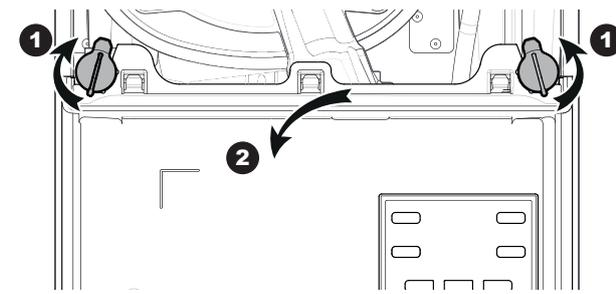

Abb. 27 - Schwenken des Schaltkastens
- Vorderseite abnehmen (Abb. 27, Seite 47).
- Schaltschrank drehen (Abb. 27).